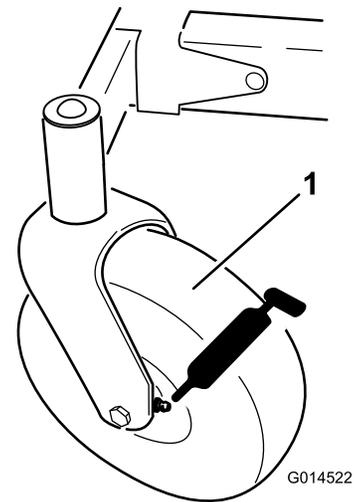
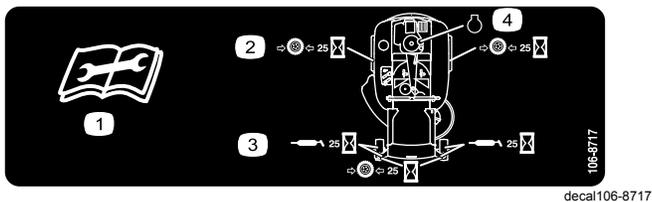

Figura 27
Figura 28
3. Limpie con un trapo los puntos de engrase (Figura 27 y Figura 28). Asegúrese de rascar cualquier pintura que hubiera sobre los puntos de engrase.
- Conecte una pistola de engrasar a cada punto de engrase (Figura 27 y Figura 28). Bombee grasa hasta que empiece a rezumar grasa de los cojinetes.